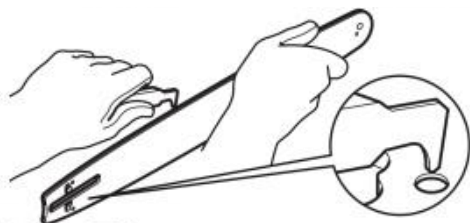

Fig. 71
4. Verwijder resten van de rails op het zaagblad (C13) met een schroevendraaier, plamuurnes, staalborstel of ander soortgelijk gereedschap. Hierdoor blijven de oliedoorgangen open voor een goede smering van het zwaard (C13) en de zaagketting (C12) (Fig. 71).